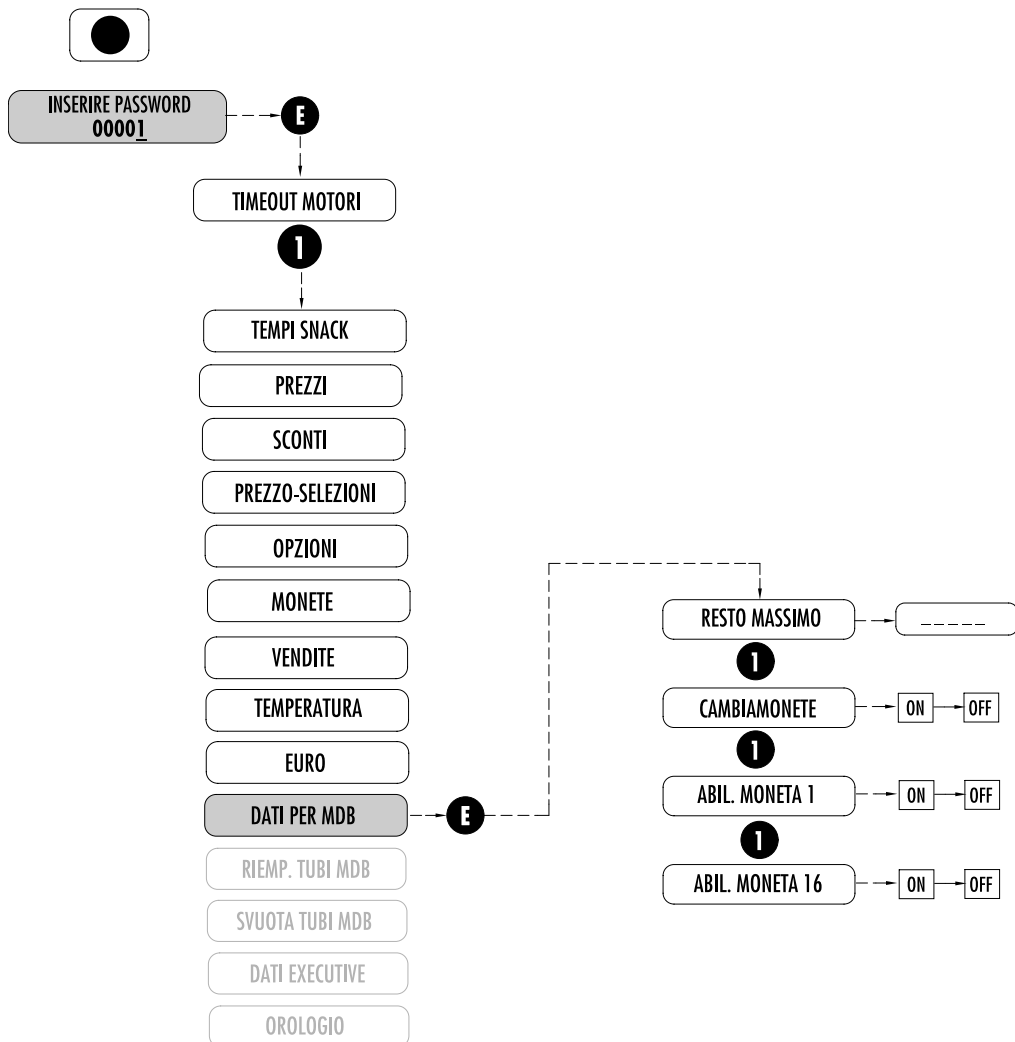

Fig. 7.14
7.2.10 DATI PER MDB (Fig. 7.14)